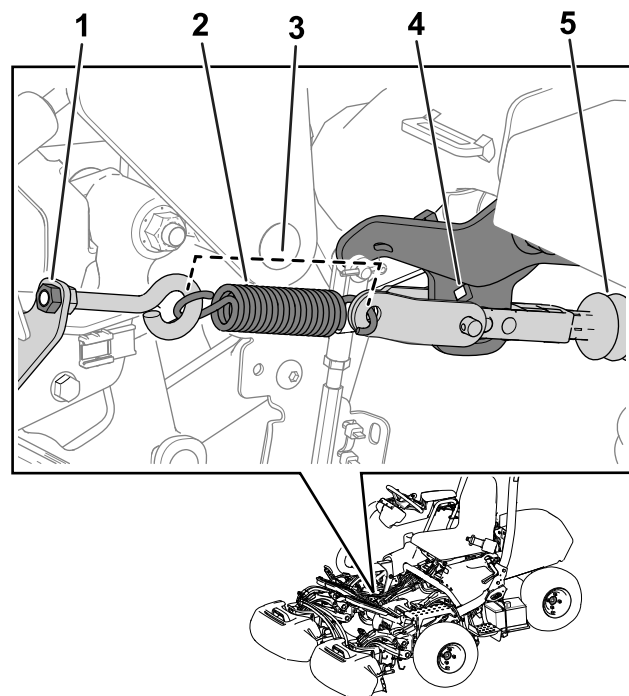

Figura 33
Nota: Consulte a Figura 33 para obter este procedimento.
3. Prepare para operação apertando a porca com olhal de forma a que o comprimento da mola seja de 11,4 cm quando instalada (Figura 33).